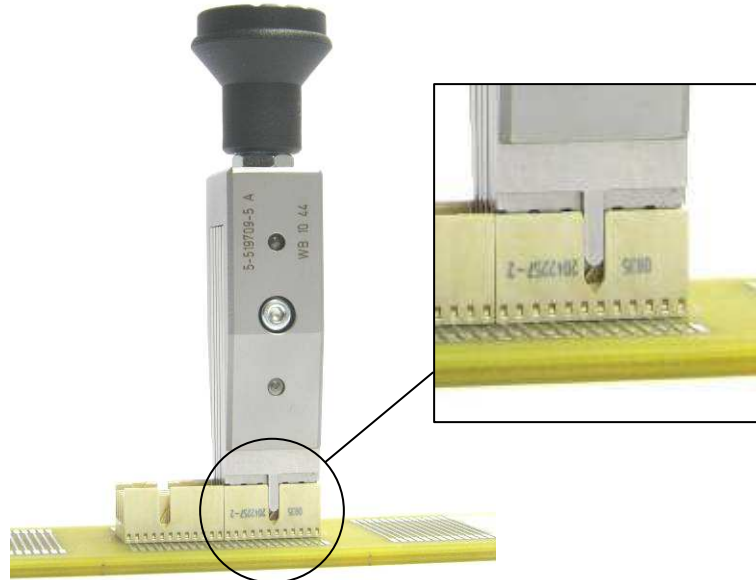

Abbildung 9
1. Als Erstes wird das Biegewerkzeug von oben auf den Stecker gesetzt. Die Zentrierungen müssen mit den entsprechenden Aussparungen am Stecker fluchten (siehe Abbildung 9).